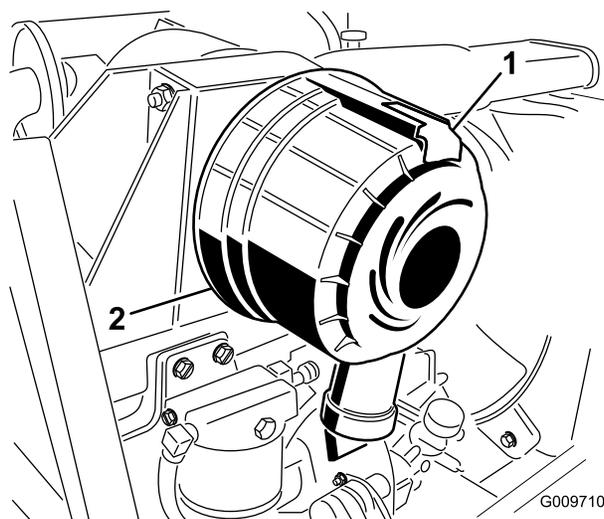

Рисунок 30
1. Оттяните защелку наружу и поверните крышку воздухоочистителя против часовой стрелки (Рисунок 30).